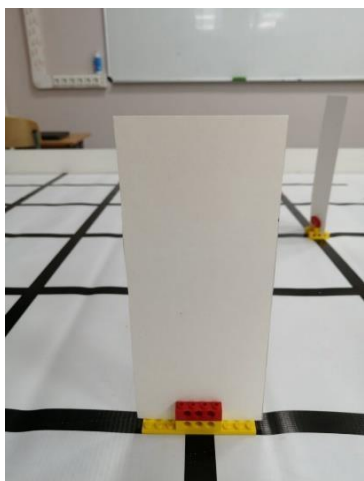

Рисунок 3
1. Балка с шипами 1х4 – 6 шт. (смотрите рис. 3).